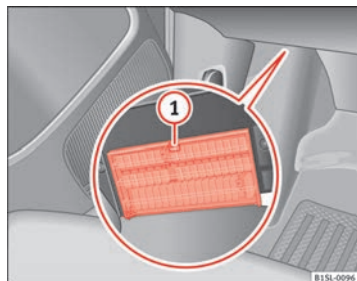

Fig. 142 Debaixo do painel de instrumentos do lado do condutor: tampa da caixa de fusíveis.
- **Abrir:** pressione a alavanca de bloqueio ⇒ Fig. 142 ① até conseguir abrir a cobertura.
- **Fechar:** recline a cobertura para cima, na direção contrária à da seta até ouvir o encaixe na alavanca de bloqueio ①.